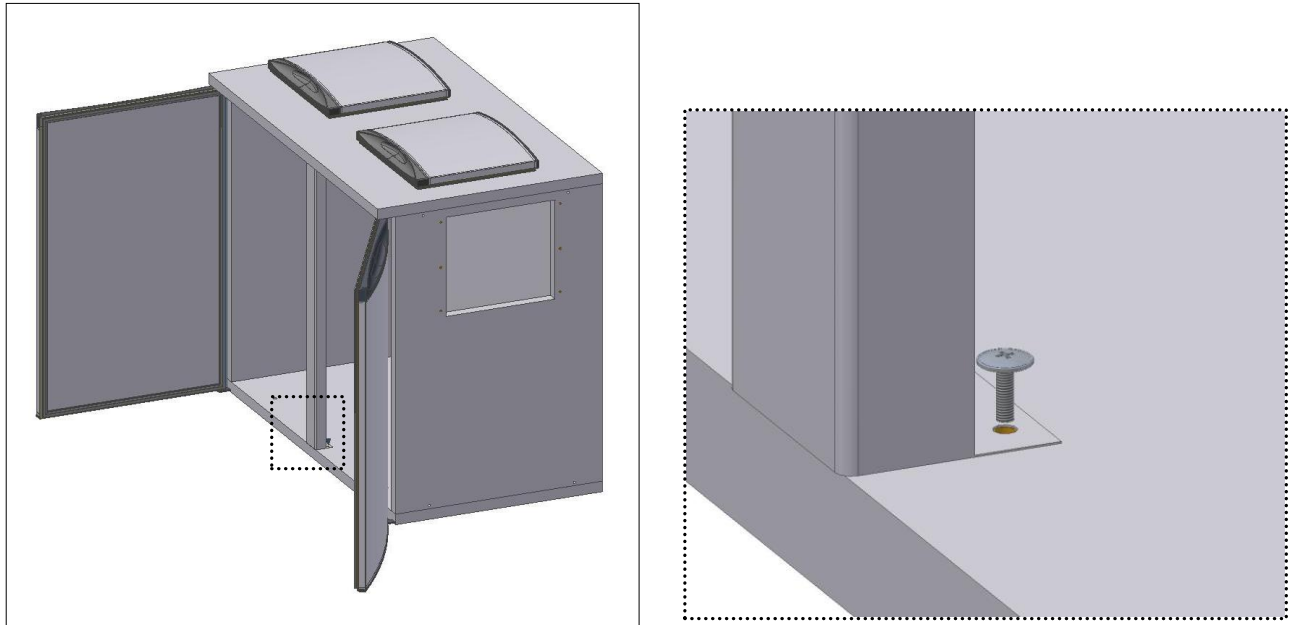

Fig. 10
- Fijar el **pilar** al panel de la encimera y del fondo (Fig.10);